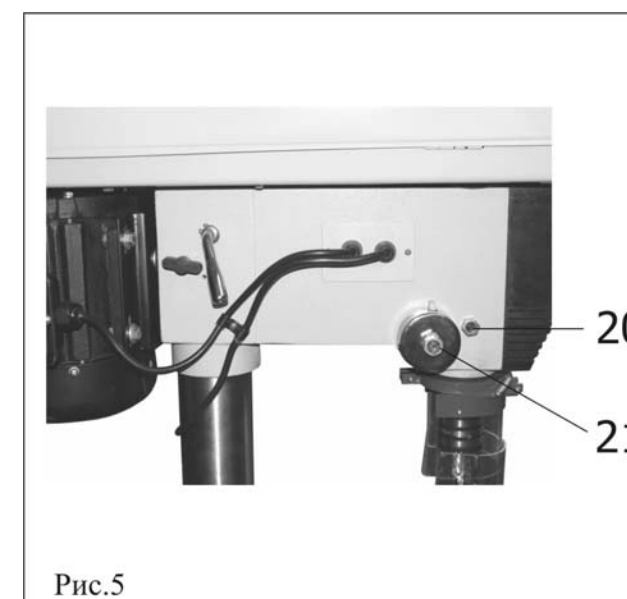

Рис.5
9.14. Проверьте наличие поперечного люфта шпинделя, покачав за сверлильный патрон (6), Рис.2. Если люфт ощутим, его можно минимизировать, проворачивая по часовой стрелке винт (20), Рис.5, предварительно отпустив контрящую гайку; по завершению регулировки вновь затяните ее контрящую гайку.
Помните, затягивая винт (20), Рис.5, вы прижимаете шпиндель. Усилия возвратной пружины может оказаться недостаточно для автоматического подъема шпинделя в исходное положение.
9.15. Регулировка усилия возвратной пружины шпинделя осуществляется вращением регулировочного болта (21), Рис.5.